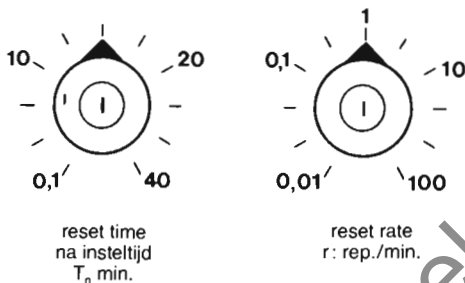

Fig. 9.26
- **Krachtiger instellen van de I-actie** (zie fig. 9.26)